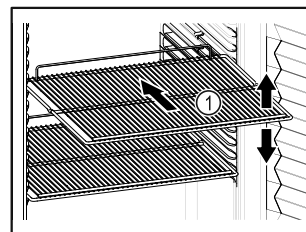

Fig. 39 Príklad zobrazenia
- Ak sa dajú odkladacie rošty *Fig. 39 (1)* premiestniť, prispôbte výšku.